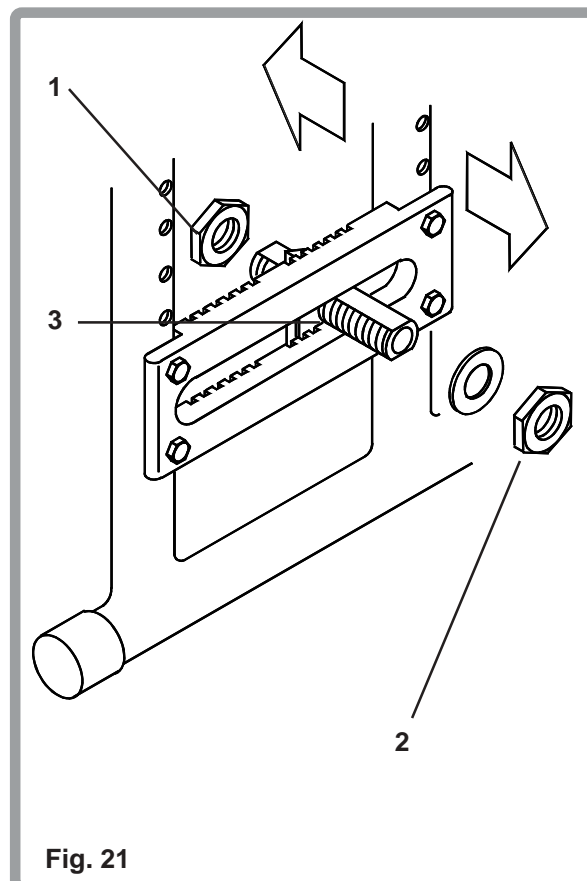

Fig. 21
La largeur de l'empattement (Fig. 21) est la distance entre les roues, ar et av elle est ajustée en desserrant les écrous du guide d'axe intérieur (1) et extérieur (2) avec deux clefs de 28 mm et en positionnant le guide d'axe (3) comme requis. Les écrous doivent être resserrés. Serrer jusqu'à 45Nm.